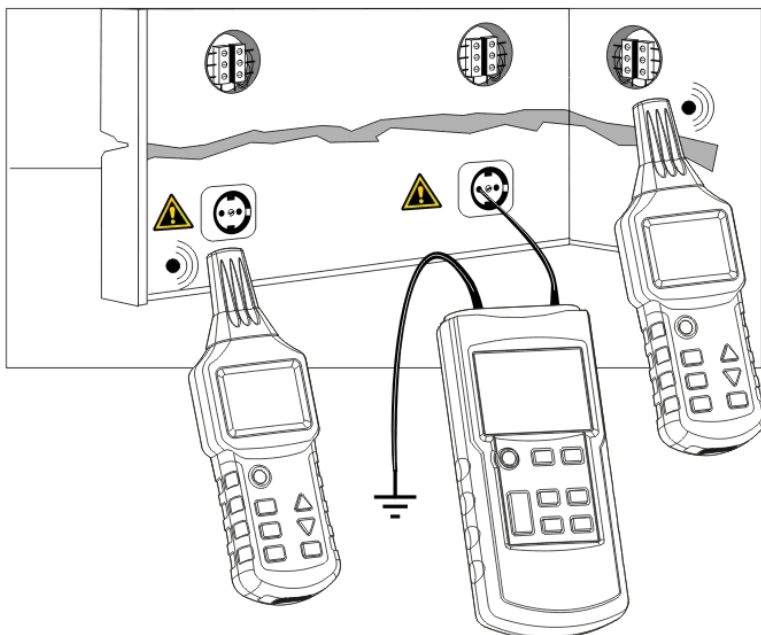

Fig.10
- Branchez l'émetteur à la phase et au fil de terre de protection selon la Fig.10.